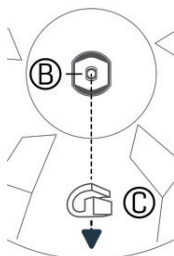

Figura 2
- 1 Desenrosque la tuerca inferior (D) de la fijación superior Hi-Hat (A).
- 2 Fije el bloqueo giratorio (B) en el eje de la fijación superior Hi-Hat (A).
- 3 Pase de la fijación superior Hi-Hat y el bloqueo giratorio por el orificio medio del plato superior (C).
- 4 Oriente el bloqueo giratorio (B) dentro del molde del plato como se muestra en la Figura 2.
- 5 Atornille la tuerca inferior (D) en el eje del clutch (A) otra vez y sujete el tope de goma del clutch (E) en la tuerca inferior (D).
- 6 Para fijar suavemente el plato, aprete/ajuste la tuerca superior (A).